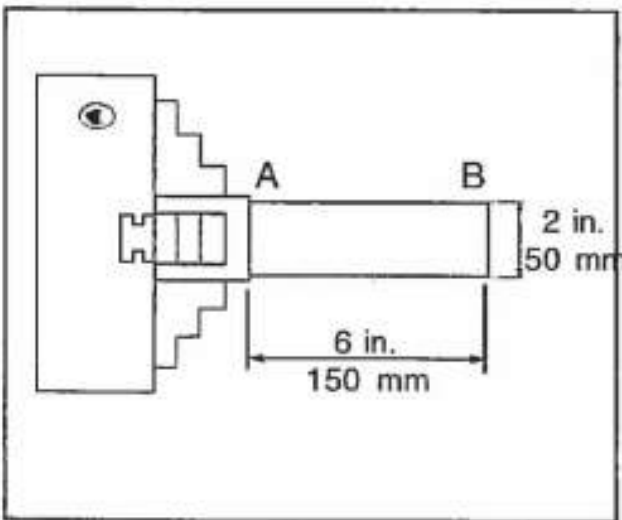

Fig. 16
(Fig. 16)
**HEADSTOCK CHECK— (Fig. 16)**